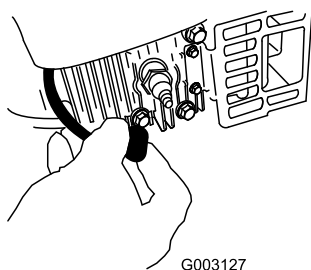

Figure 32
2. Débranchez la bougie (Figure 32) avant de procéder à un quelconque entretien.